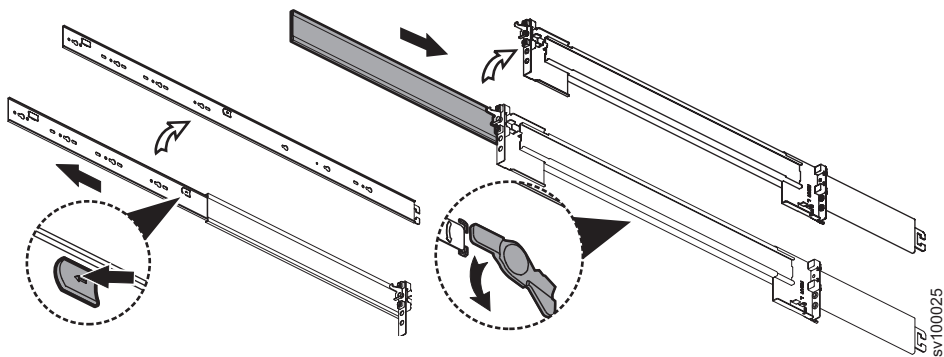

Figure 19. Dissociation de l'élément de glissière interne
3. Dissociez l'élément interne de la glissière en trois parties, comme indiqué sur la figure 19, à la page 20.